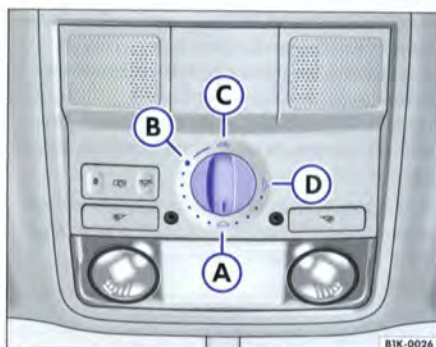

Fig. 32 Détail du ciel de pavillon : commande rotative du toit ouvrant coulissant/relevable
Si le toit ouvrant coulissant/relevable a été ouvert à plusieurs reprises par le dispositif anti-pincement, vous pouvez le fermer en maintenant la commande rotative à l'avant en position => fig. 32 (A) jusqu'à la fermeture complète du toit. Notez qu'à ce moment le toit ouvrant coulissant/relevable se ferme sans intervention du dispositif anti-pincement.